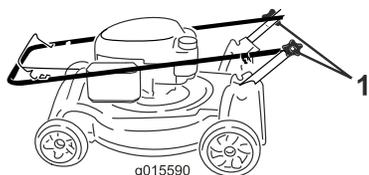

Figure 33
1. Desserrez les boutons du guidon jusqu'à ce que le guidon bouge librement (Figure 33).
1. Bouton du guidon (2)
2. Pliez le guidon en avant de la manière indiquée (Figure 33).